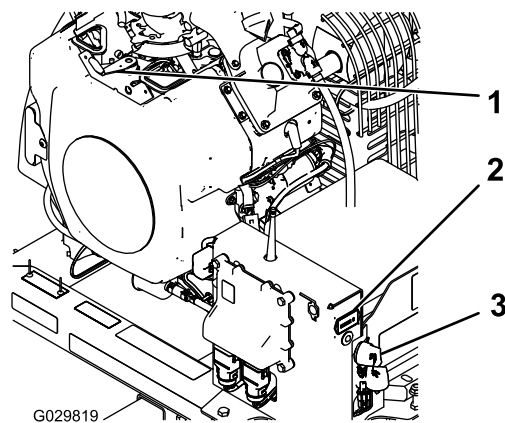

图 12
3. 将发动机点火钥匙旋转至启动位置 图 12。
3. 如果离开机器请将钥匙旋转到关闭位置并从发动机上拔出图 12。